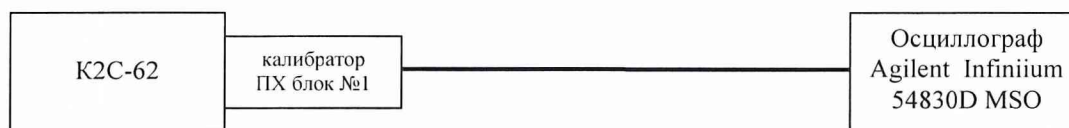

Рис. 3.
6.3.2.1 Собрать измерительную схему в соответствии с рис. 3.